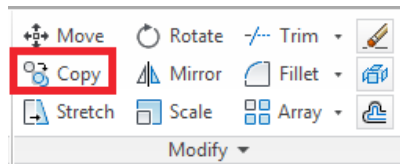

Рис. 28 Функция Copy (Копирование)
- Функция **Copy (Копирование)** позволяет копировать объекты (Рис. 28).